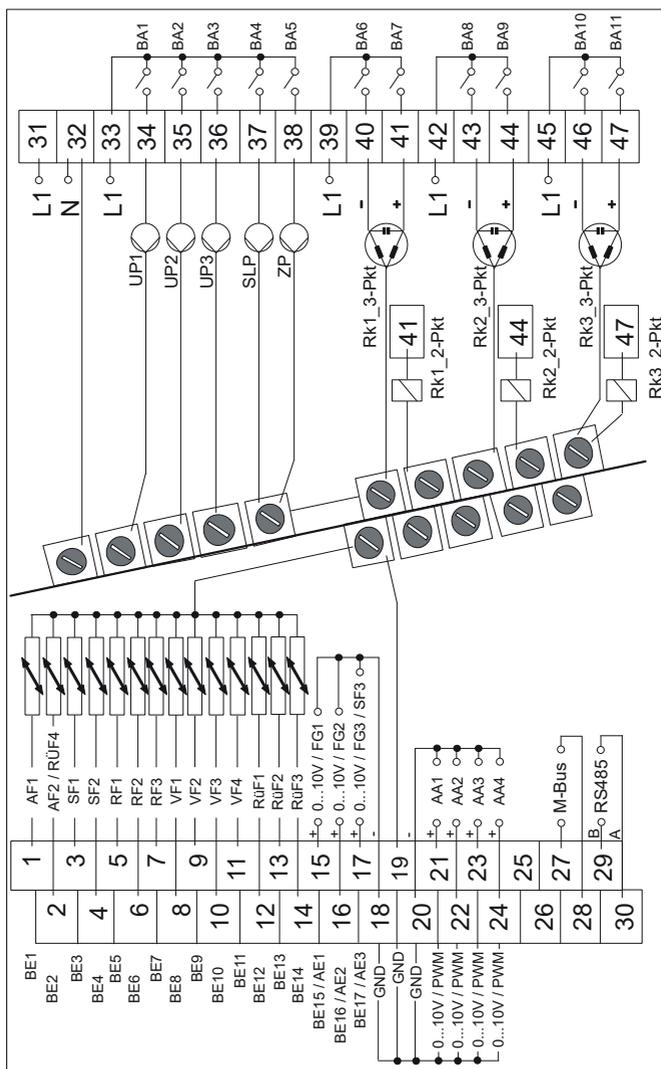

Bild 5-2: Elektrischer Anschluss des Heizungsreglers TROVIS 5578-E
- Elektrischen Anschluss nach Bild 5-2 vornehmen.
Legende zu Bild 5-2: